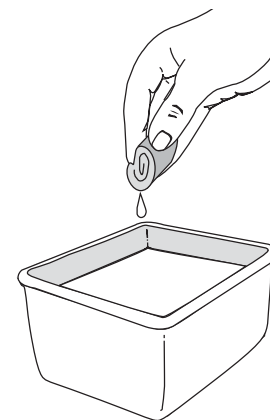

Fig. 27
3. Lavez le filtre dans un mélange d'eau et de détergent (Fig. 27). Rincez le filtre abondamment. Essorez-le. Laissez-le sécher complètement.